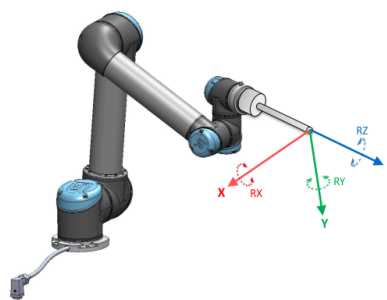

Abbildung 13.2: Tool (TCP)-Funktion
- Der Ursprung der Werkzeugfunktion liegt im Zentrum des aktuellen TCP (siehe Abbildung 13.2)